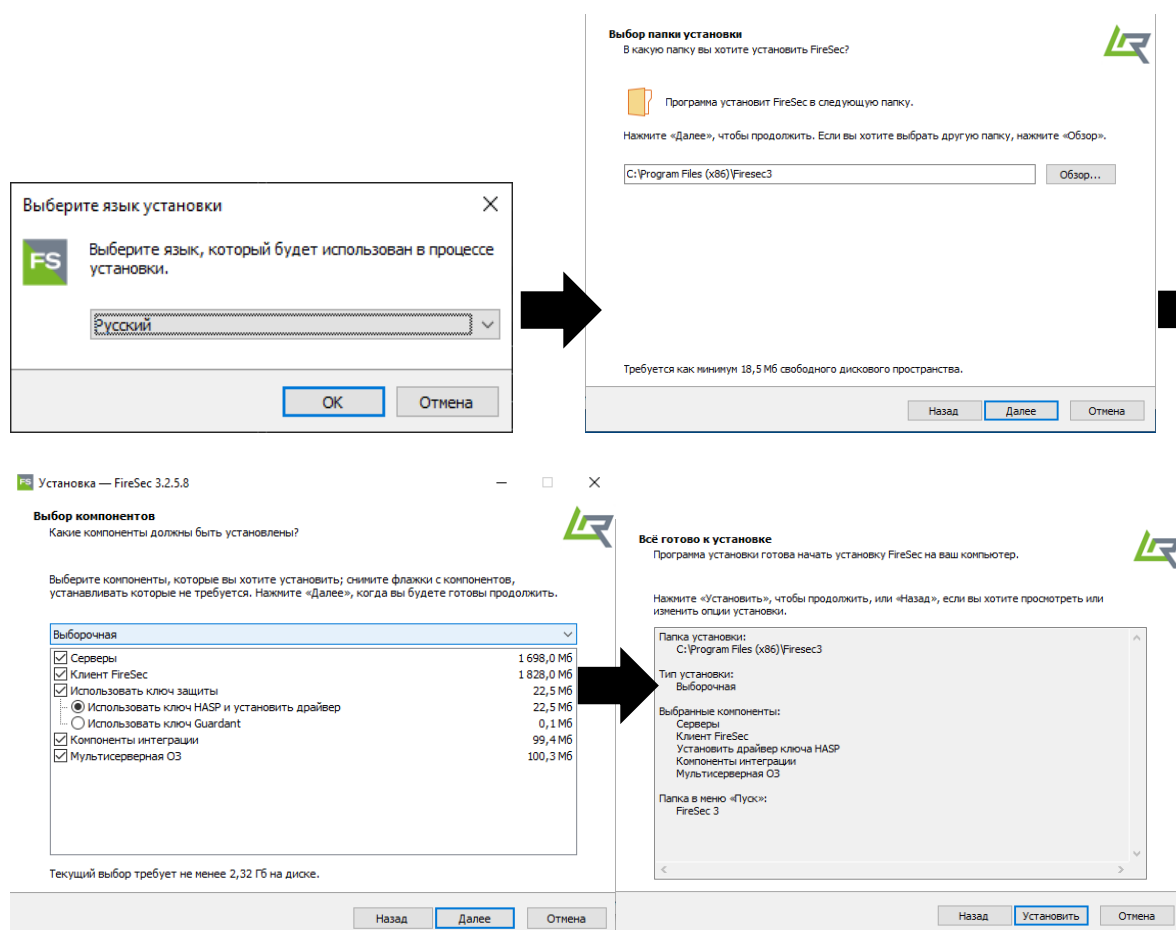

Рисунок 1.1 – Мастер установки ПО FireSec
– На первом шаге программа предложит выбрать язык, который будет использоваться в дальнейших окнах мастера установки, и применить выбранный язык для программы (рисунок 1.1);